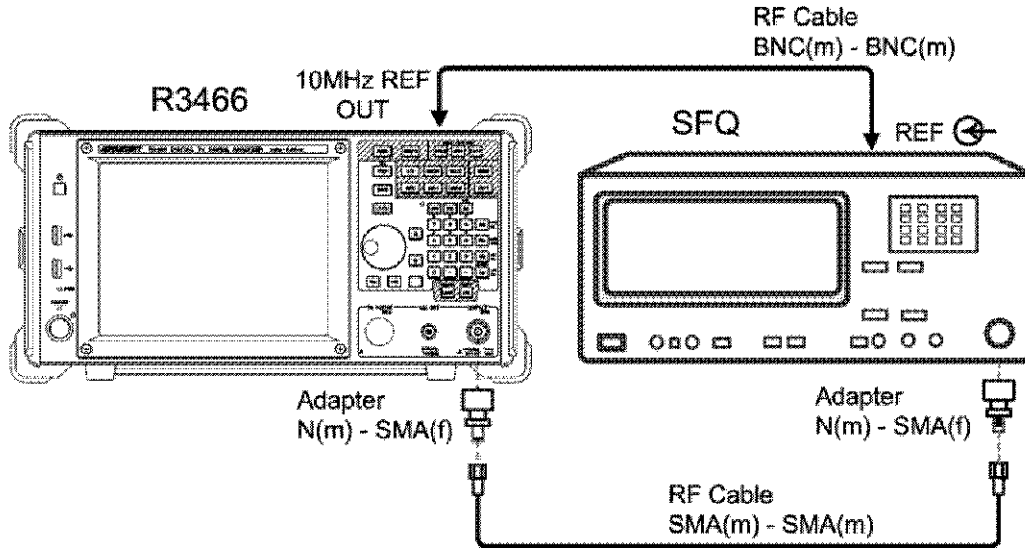

図 2-18 BER 対 CNR 測定試験
1. 機器を図 2-18 のように接続します。R3466N の場合は、Adapter の後に 50 to 75 Ω 変換器を使用して本器と接続します。